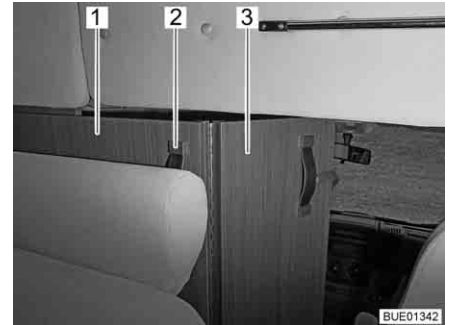

Fig. 42 Séparation pour la cabine de conduite
- Saisir le ruban-poignée (Fig. 42,2) de la séparation pour la cabine de conduite (Fig. 42,1) et la tirer vers l'intérieur jusqu'à ce que le bord de la séparation se trouve approximativement à hauteur du dossier de la banquette (Fig. 42).
- Déplier la partie rabattable de la séparation pour la cabine de conduite (Fig. 42,3) entre les sièges de la cabine de conduite.